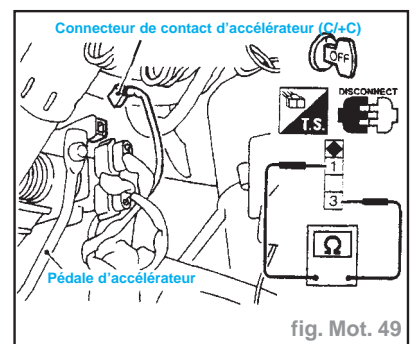

fig. Mot. 49
- Vérifier la continuité entre les bornes (1) et (3) (fig. Mot. 49).